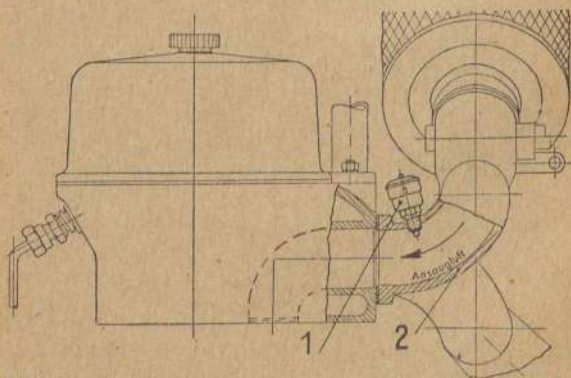

Bild 2. **Füllkapsel für Ansaugleitung bei Dieselmotoren**
- b) **Beim Dieselmotor:** Fülle die Füllkapseln (Bild 2) mit Dieselmotorkraftstoff und lasse den Motor im Leerlauf laufen. Nimm den Deckel einer Füllkapsel ab und beobachte das Auslaufen des Kraftstoffes. Ist ein Teil des Kraftstoffes aus der Füllkapsel gelaufen, bringe den Motor auf erhöhte Drehzahlen und stelle ihn schnell ab.